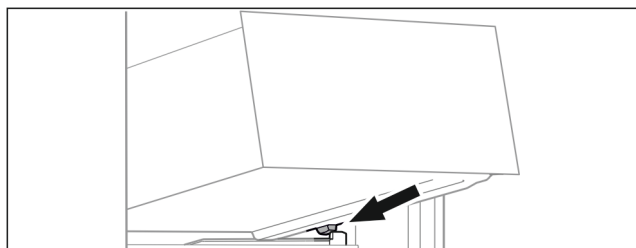

Fig. 90
- ▶ Założyć szufladę pod skosem za stoperami na żebro pojemnika. (patrz Fig. 90)